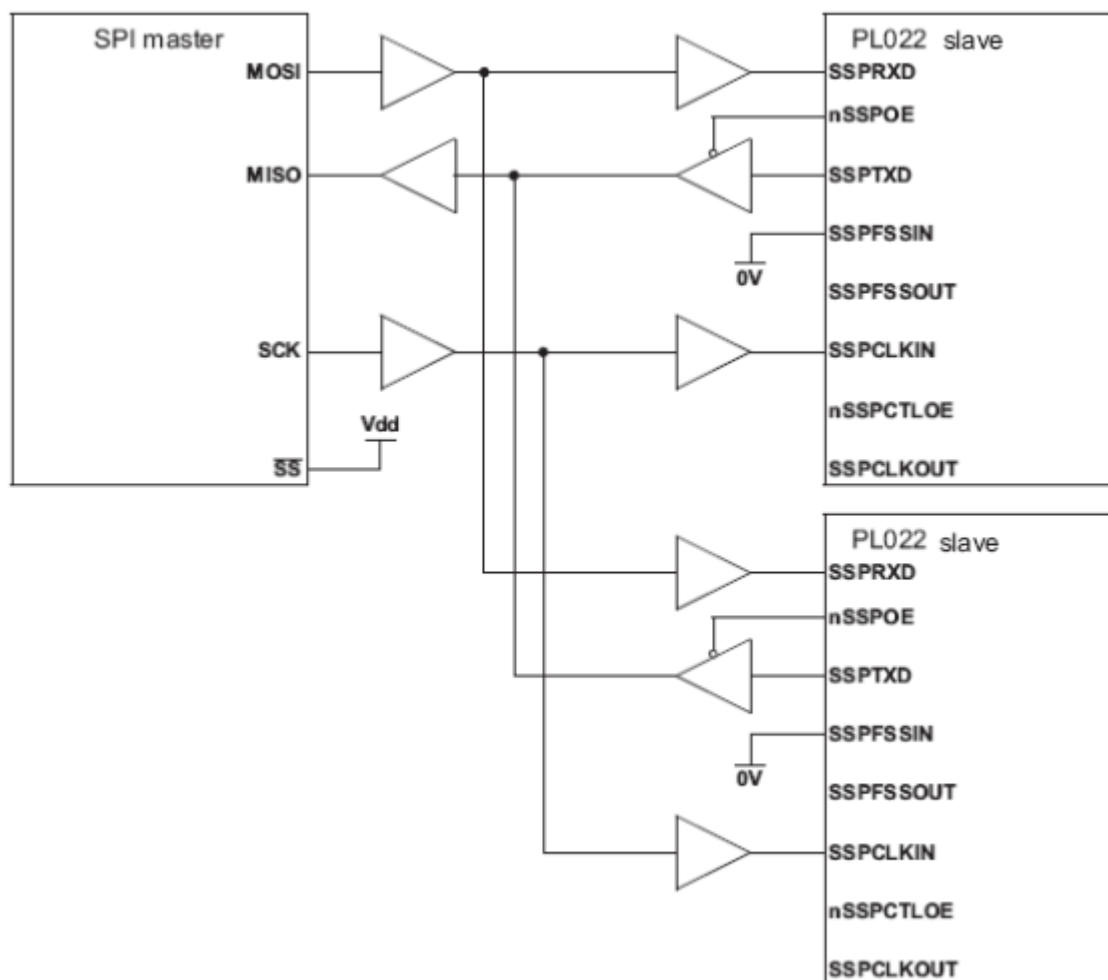

Рисунок 74 – Ведущее устройство, поддерживающее протокол SPI подключено к двум ведомым модулям SSP
Рисунок 74 показывает ведущее устройство, поддерживающее протокол SPI фирмы Motorola, соединенное с двумя модулями SSP, сконфигурированными для работы в ведомом режиме. Линия Slave Select (SS) ведущего устройства в этом случае установлена в высокий логический уровень. Ведущее устройство осуществляет передачу данных по линии MOSI циркулярно в адрес двух ведомых модулей.